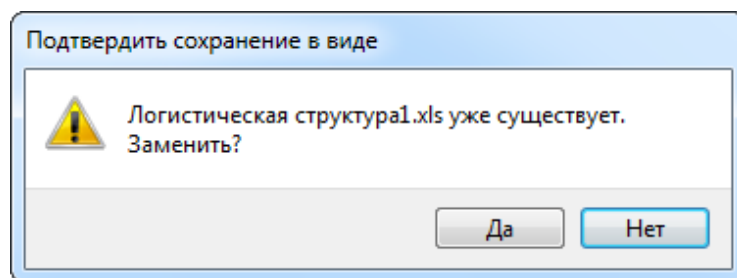

Рис. 10-79 – Подтверждение о перезаписи файла
3) В стандартном окне «Сохранить как» указать путь и имя файла для сохранения (рис. 10-79). По умолчанию предлагается имя файла, совпадающее с именем рабочего окна.